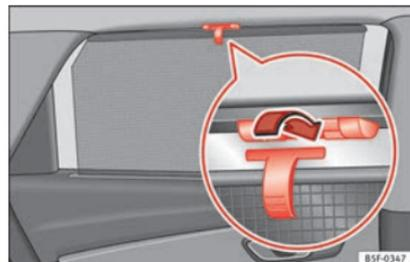

Fig. 142 Finestrino posteriore: tendina parasole.
– Srotolare la tendina e fissarla al gancio al centro del telaio superiore della porta »» **fig. 142.**